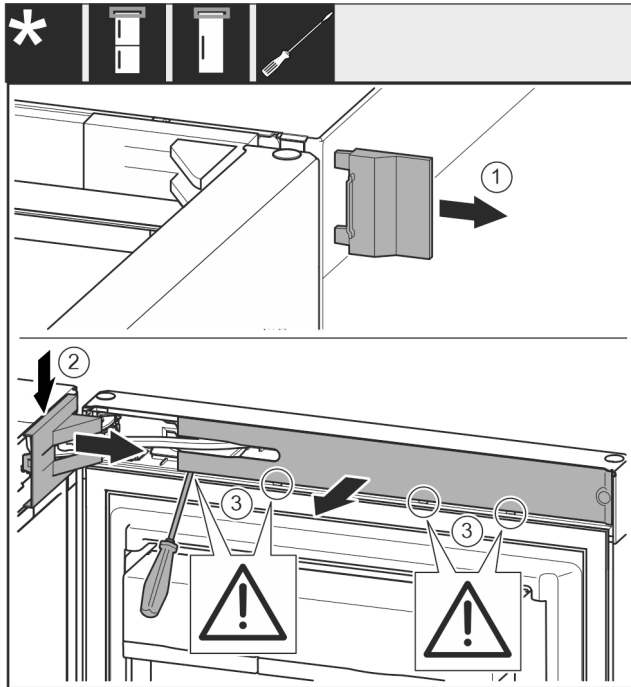

Fig. 7
- Äußere Abdeckung abnehmen. Fig. 7 (1)
- Lagerbockabdeckung ausrasten und lösen. Lagerbockabdeckung abnehmen. Fig. 7 (2)
- Blende mit Schlitzschraubendreher ausrasten und zur Seite schwenken. Fig. 7 (3)